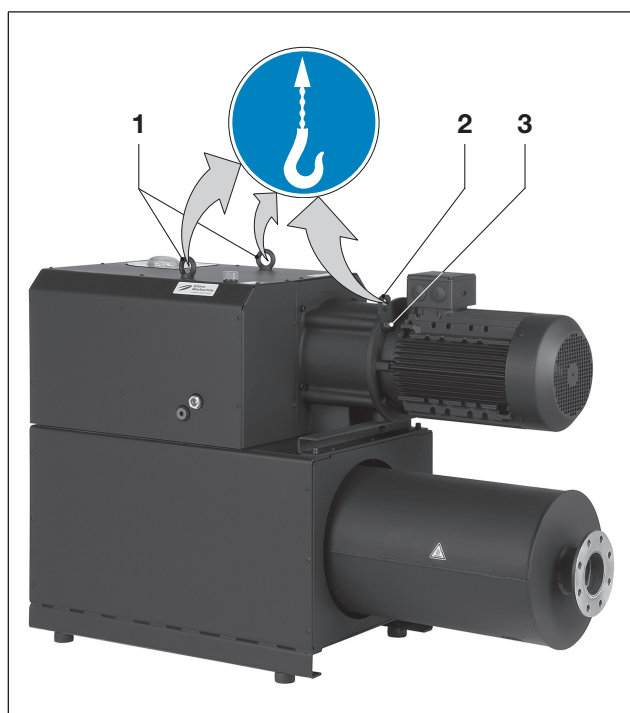

Fig. 1 Levantar e Transportar
- Apertar firmemente o olhal (Fig. 1/1) e o parafuso de fixação (Fig. 1/3) na tala de transporte (Fig. 1/2).